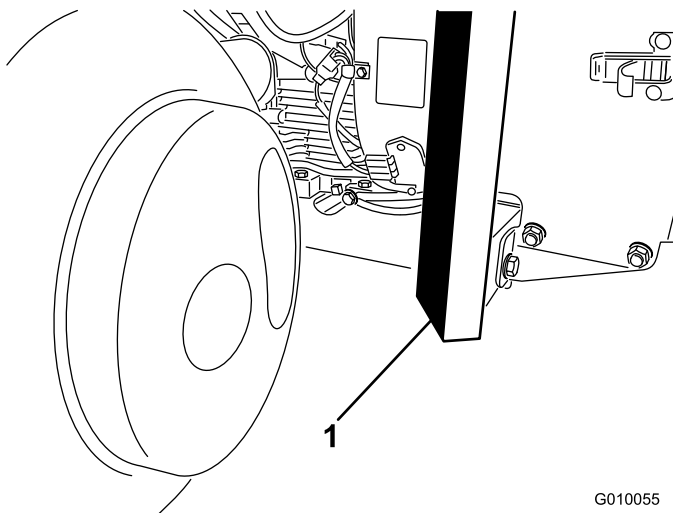

Figura 40
2. Posicione bem o apoio debaixo da parte da frente da estrutura (Figura 40).